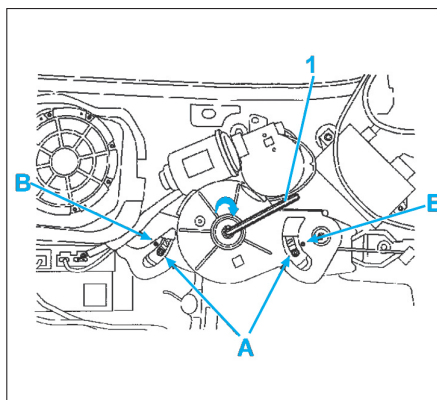

Fig. 42
- Mettre une clé mâle six pans de 8 mm (1) dans le moyeu du mécanisme (Fig.42).
- Tourner à droite pour tendre les câbles, tirer sur la clé pour les détendre, de façon à positionner les repères mobiles (A) dans les lumières en face des repères fixes (B) sur le carter du mécanisme.